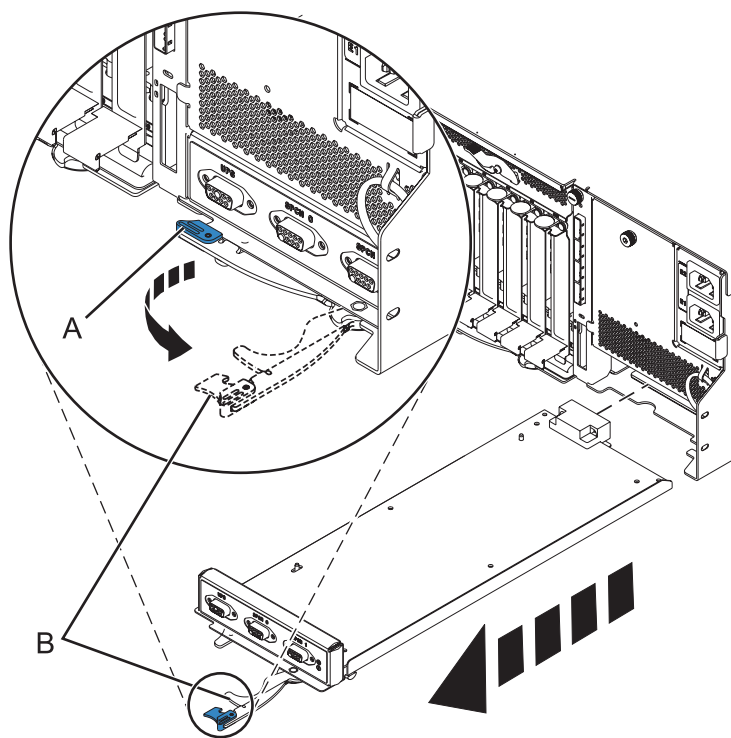

*Figura 96. Extracció dels conjunts de conversió fora de línia*
- a. Tibeu de la nansa de l'OCA (**A**) cap avall en la direcció que es mostra a la il·lustració per treure l'OCA del seu lloc. Consulteu Figura 96 a la pàgina 132.